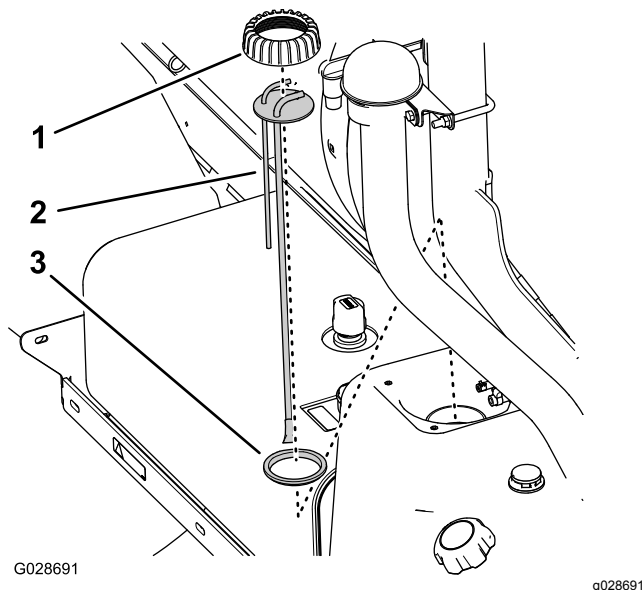

图58
5. 逆时针旋转立管帽取下立管帽图58。
6. 从油箱上提起立针管组件图58。
1. 将立管帽装到立管上然后将立管放到密封件上如图58中所示。
2. 将立管帽、立管和密封件与油箱对齐将新的立针管组件小心插入油箱图58。
3. 将立管帽螺到油箱颈上然后用手拧紧立管帽图58。